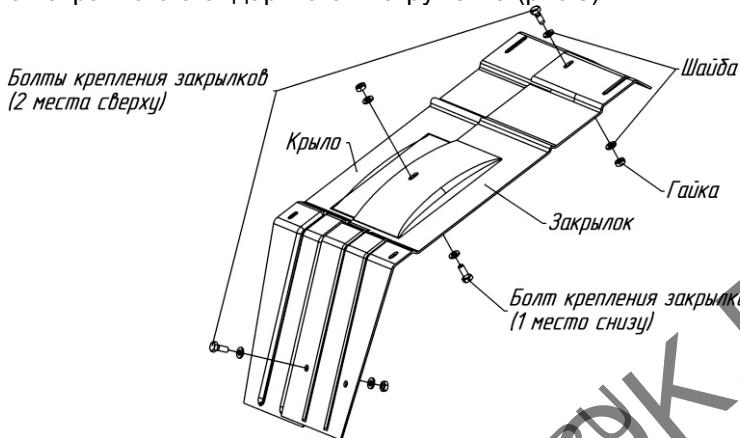

Рис.3. Схема крепления закрылок (дополнительных крыльев)
27. При фрезеровании защитные устройства и щитки должны быть установлены на соответствующие места и надежно закреплены с помощью исправного стандартного инструмента (рис.3).